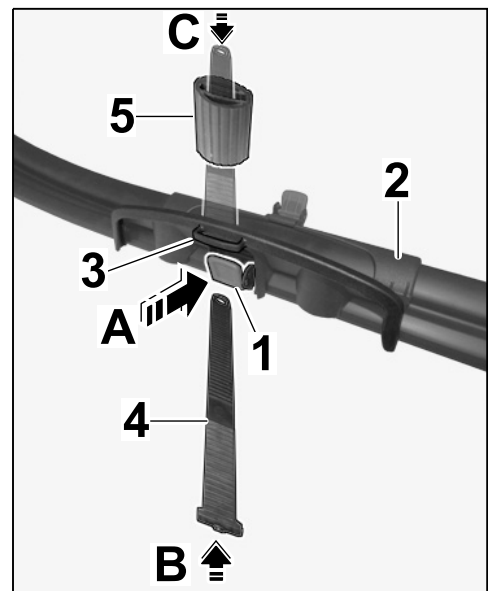

Bild 9
1.5.1 Spansschloss, auf der Seite mit Lasche, an der Radaufnahme drücken (⇒ Bild 9 -A-).
1.5.2 Spannriemen von unten bis zum Anschlag durch das Spansschloss schieben (⇒ Bild 9 -B-).
1.5.3 Felgenschutz bis zum Anschlag auf Spannriemen stecken (⇒ Bild 9 -C-)